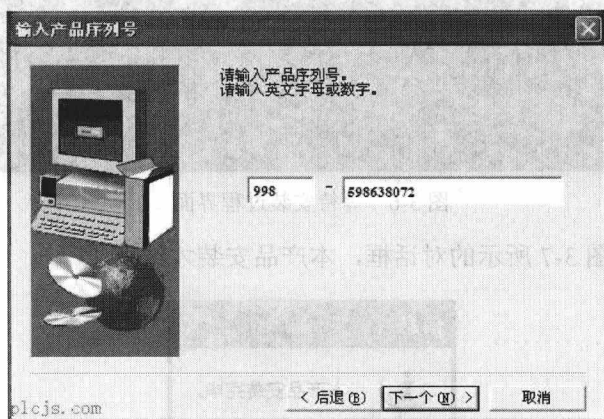

图 3-4 “输入产品序列号”对话框
(4) 输入各种注册信息后, 在如图 3-4 所示的对话框中输入序列号。